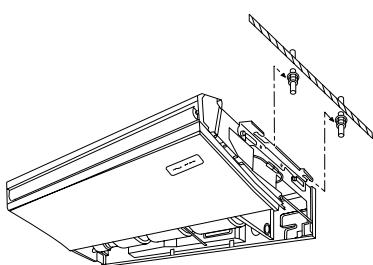

Fig. 3-6
1) Απευθείας ανάρτηση της μονάδας (Fig. 3-6)